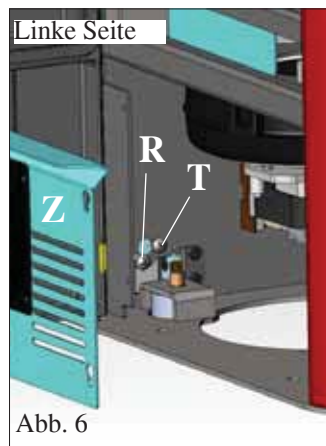

Abb. 6
Die vertikale Ausrichtung der Keramikblenden (C) überprüfen und etwaige Einstellungen mit den Schrauben an der Oberseite (V - Abb. 5) und im Ofen mit den Schrauben (R - Abb. 6/7) vornehmen.
**ANMERKUNG:** Zuvor das verzinkte Blech (Z - Abb. 6/7) beidseitig abnehmen und die Verriegelungsschrauben (T - Abb. 6/7) lockern.